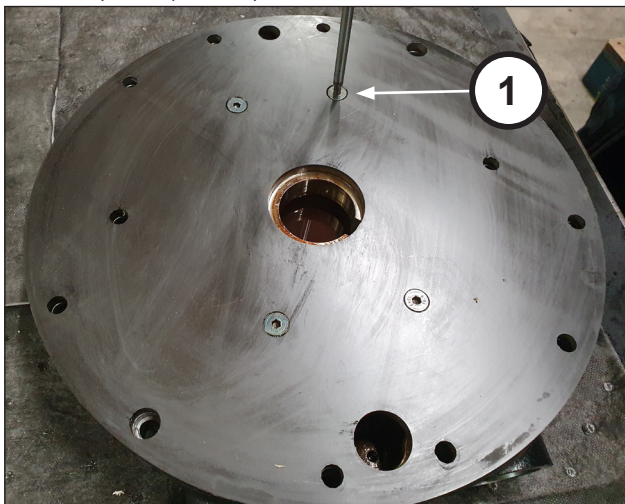

Рис. 94
Установите пластину масляного насоса на корпус масляного насоса и закрепите ее соответствующими винтами (поз. ①, Рис. 94).